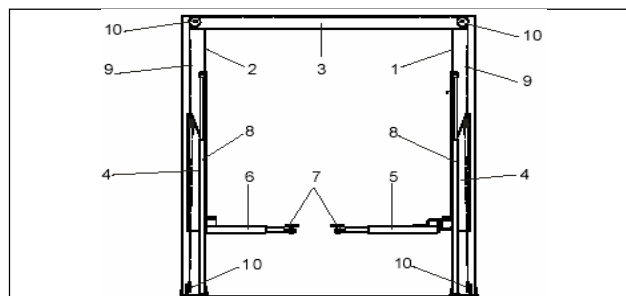

Рис. 4.
**ЗАКРЕПЛЯЕМАЯ КОНСТРУКЦИЯ (Рис. 4):**
**ПОДВИЖНЫЕ УСТРОЙСТВА ПОДЪЕМА (см. Рис. 4)**
#### УСТРОЙСТВО ПОДЪЕМА (см. Рис. 4)
- Устройство синхронизации перемещения подвижных платформ. Система состоит из двух тросов (см. п.9, Рис. 4) и 4 возвратных шкива (см. п.10, Рис. 4).